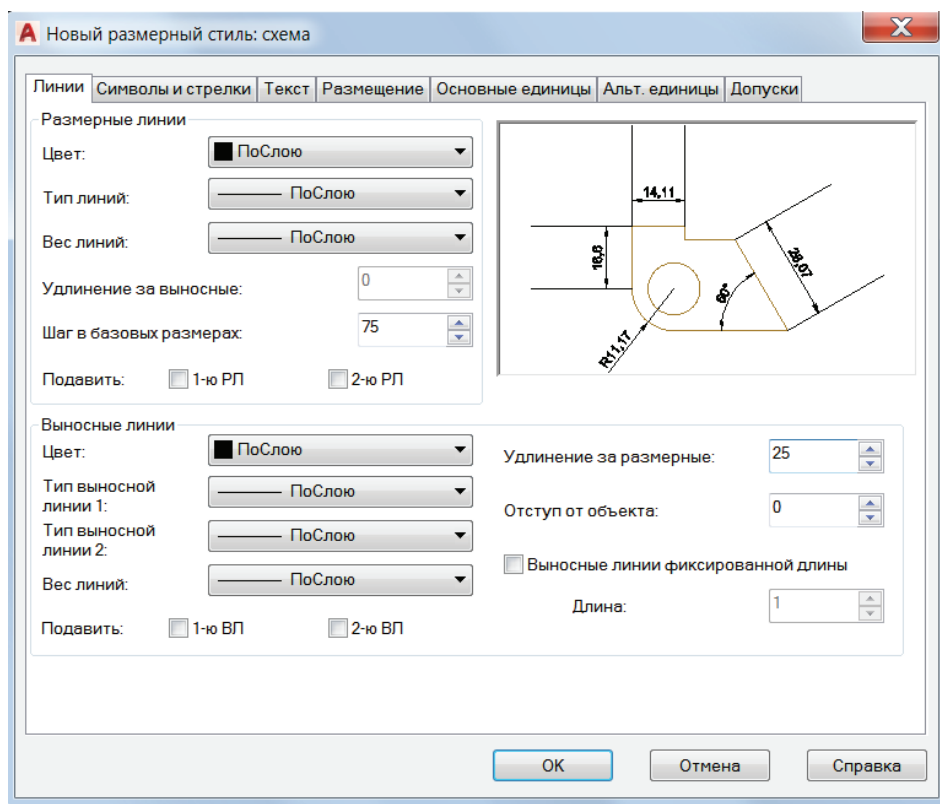

Рис. 2.5.23. Диалоговое окно **Новый размерный стиль**. Вкладка **Линии**
- Вкладка **Линии** (рис. 2.5.23).